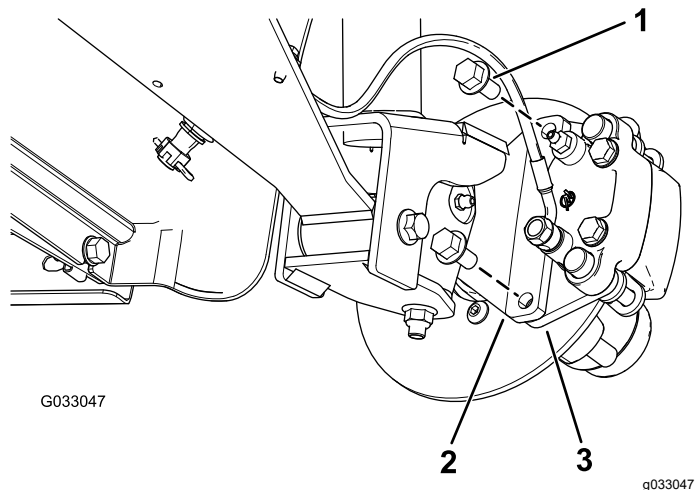
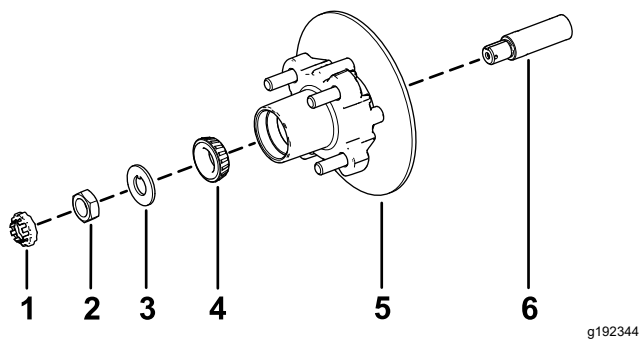

図 33
図 37
3. ブレーキアセンブリ用のブラケットをスピンドルに固定しているフランジヘッドボルト $\frac{3}{8}$ " x $\frac{3}{4}$ "を外してスピンドルからブレーキを取り外す 図 33。
- スピンドルに所定のグリスを薄く塗る 図 37。
2. ハブとロータをスピンドルに取り付ける。ロータを内側にする事 図 37。
3. スピンドルに外側ベアリングを取り付けてレースにはめる 図 37。
4. スピンドルにタブワッシャを取り付ける 図 37。
5. スピンドルにスピンドルナットを取り付け、ハブを回してベアリングを着座させながらナットを 15 N·m 1.52 kg·m = 11 ft·lb に締めつける 図 37。
2. ブレーキパッドをロータのそれぞれの側に合わせ 図 33、キャリパブラケットの穴と、スピンドルフレームのブレーキ取り付け部の穴を整列させる 図 37。
3. キャリパブラケットをスピンドルフレームに固定する 図 33 フランジヘッドボルト $\frac{3}{8}$ " x $\frac{3}{4}$ " 2本を使用する。